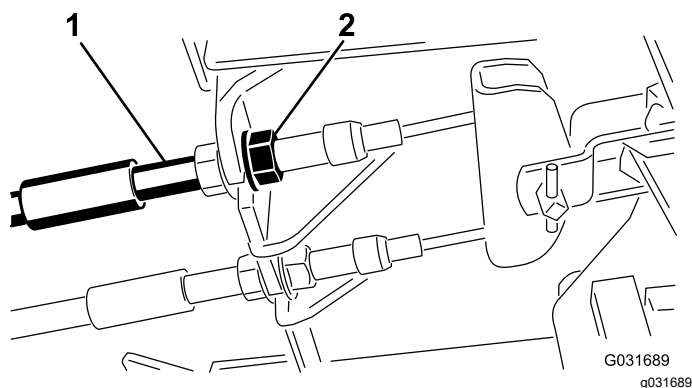

Figure 88
1. Pour réduire la garde aux pédales de frein, serrez les freins en desserrant l'écrou avant sur l'extrémité fileté du câble de frein (Figure 88).